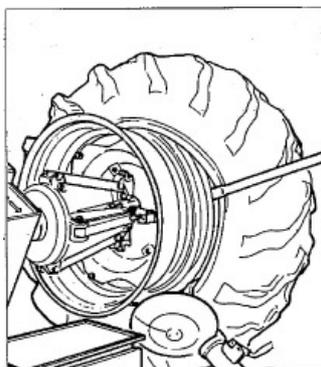

Fig.7.12
- 13) Inserir a alavanca LA entre o aro e o talão, à direita da ferramenta (See Fig.7.12).